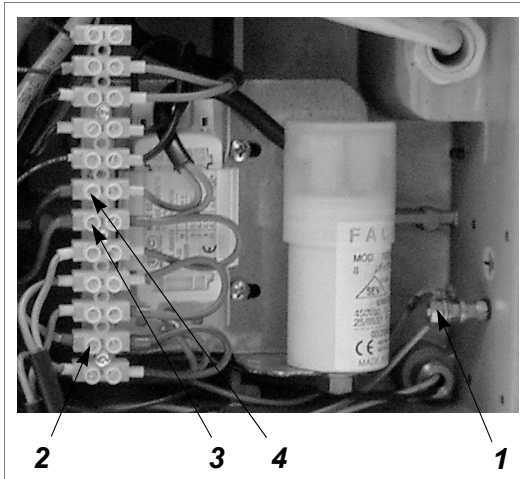

Fig. 41
- 3) Verwijder de 4 kabels (1, 2, 3, 4) van de motor uit de overeenkomstige aansluitpunten (fig.41).
- 20) Sluit de 4 kabels (1, 2, 3, 4) van de motor aan (fig.41).